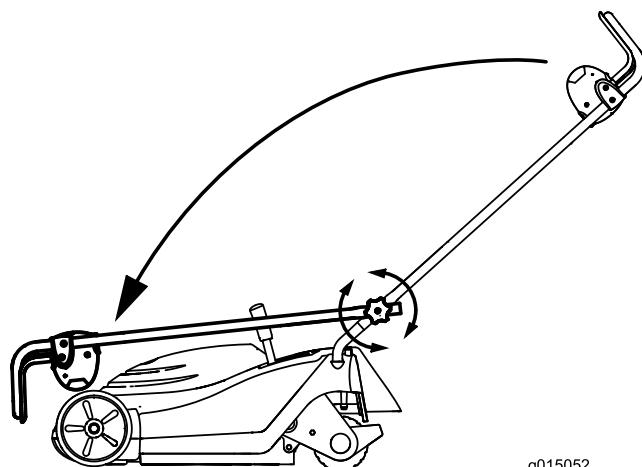
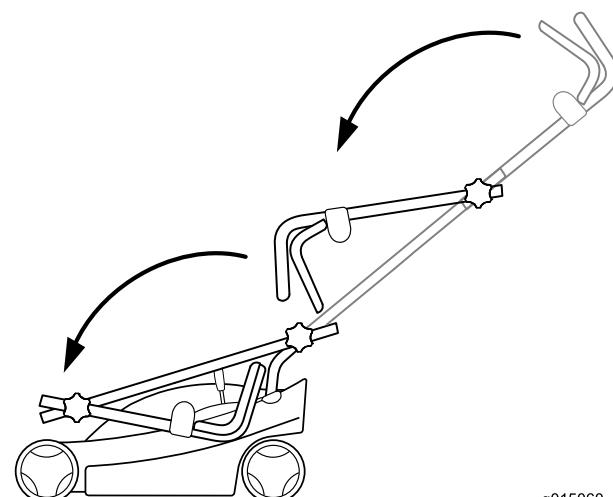

Bild 21
Bild 20
3. Klappen Sie den Bügel zusammen, wie in Bild 20 und Bild 21 dargestellt (abhängig vom Modell).